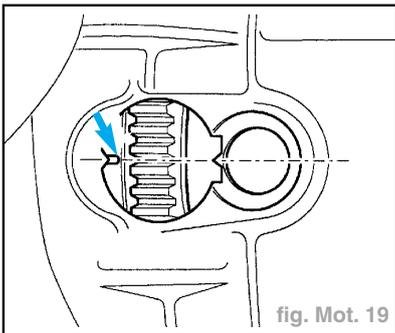

fig. Mot. 19
- Tourner le vilebrequin au PMH du 1er cylindre (flèches) (fig. Mot. 19).